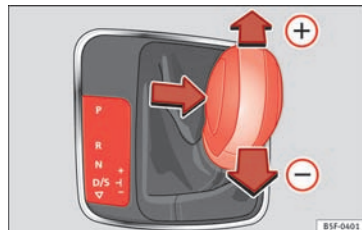

Fig. 187 I midterkonsollen: skift til tiptronic
- Vip gearvælgeren fremad mod  » **Fig. 187** for at skifte et gear op.